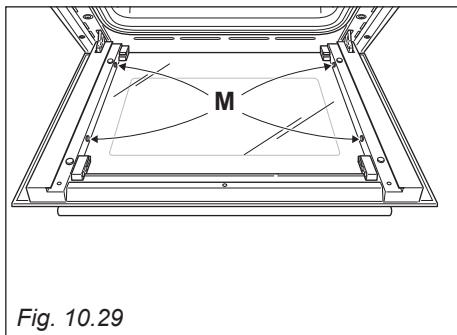

Fig. 10.29
- Verificare che i 4 distanziatori "M" siano nella loro posizione (fig. 10.29).